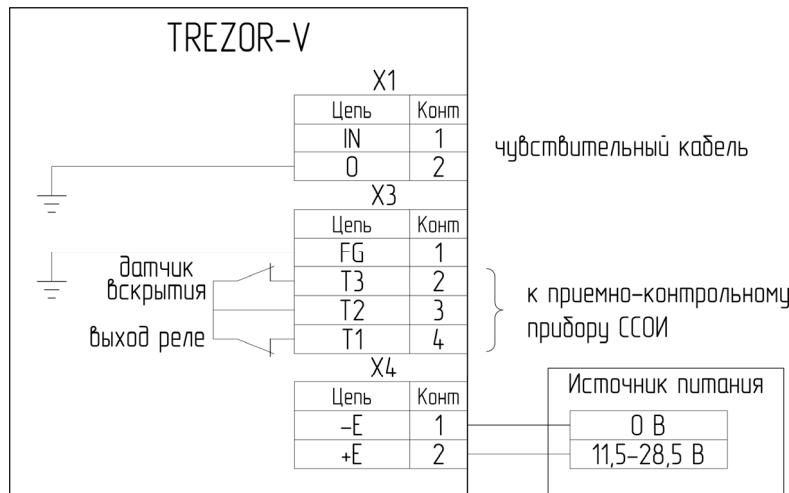

Рисунок 2.2.1. Схема подключения
- и экрана (клетка «0») чувствительного кабеля (см. рис. 2.2.1);